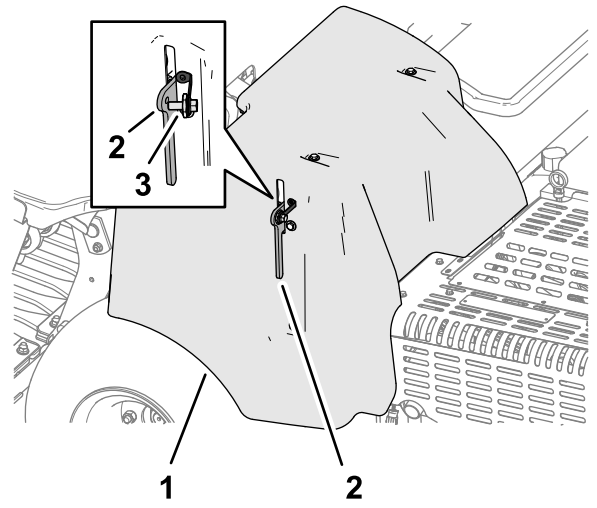

图 136
4. 如果您的机器安装有符合欧盟 (CE) 标准的皮带罩门锁系索应将系索螺栓拧入皮带罩门锁中的孔并拧紧螺栓图 136。